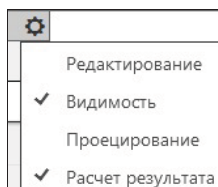

Рис. 23.5. Меню с командами настройки
- ◆ набор полей с пиктограммами можно настроить. Для этого нажмите кнопку  в **Заголовке Дерева**. Появится меню с командами настройки (рис. 23.5), состав которых зависит от типа документа. В рассматриваемом случае представлен тип документа — **Сборка**. При включении данных команд в **Дереве** модели появляются соответствующие значки: